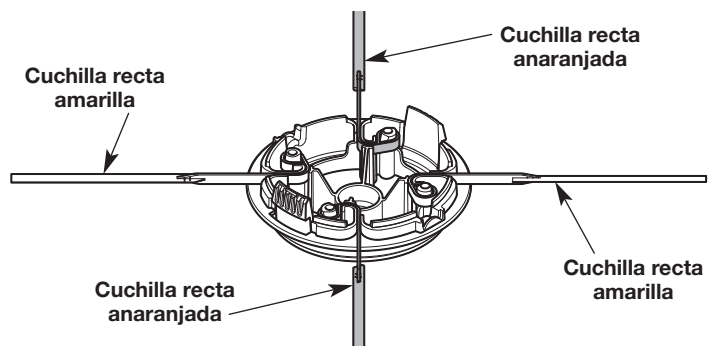

Fig. 28
6. Repita el paso 5 hasta que queden instaladas las cuatro cuchillas rectas (dos amarillas y dos anaranjadas). Alterne siempre entre cuchillas rectas amarillas y anaranjadas (Fig. 28). No instale dos cuchillas rectas del mismo color una junto a otra.